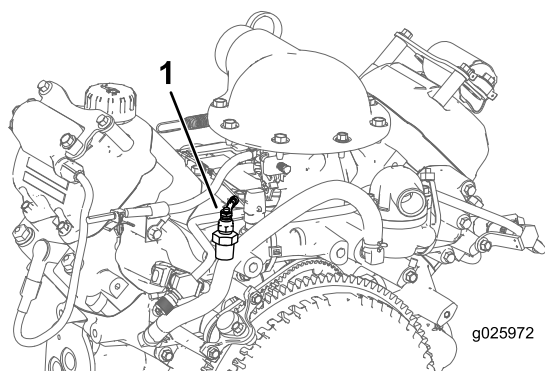

Figura 7
1. Rimuovete il microinterruttore della temperatura dal vano del termostato e montate un raccordo a T (Figura 7).